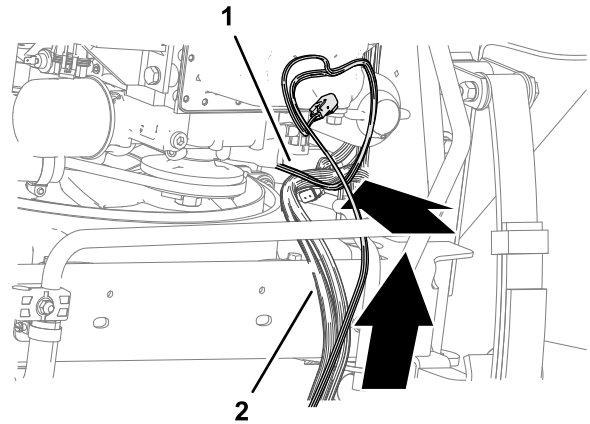

Figure 95
- En bas au dos du radiateur, acheminez le faisceau vers le haut, le long du faisceau de la machine (Figure 95).